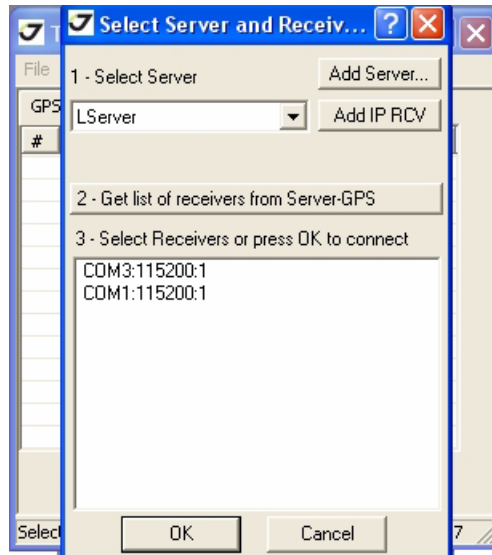

Рисунок 2-8. Параметры соединения
2. Запустите программу TriVU. Выберите последовательный порт и нажмите Ok (Рисунок 2-8).